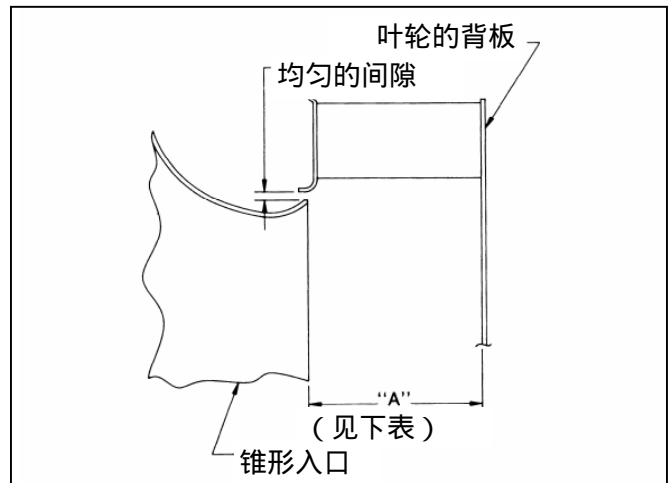

图2
3. 安装新叶轮或入口锥体时，应使叶轮与入口锥体之间保持合适的间隙（见图2）。